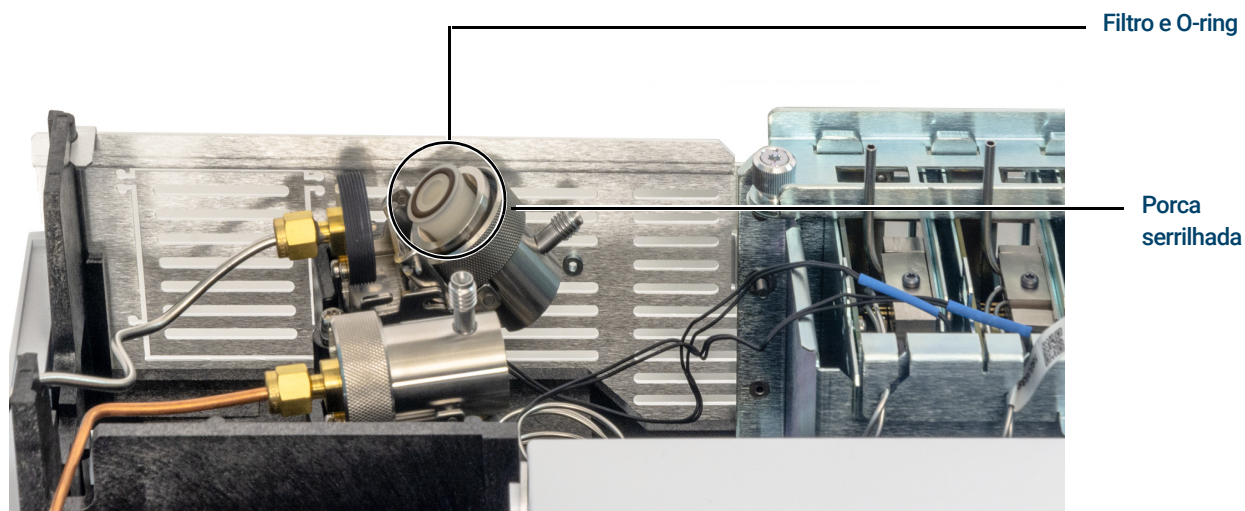

Figura 23. Deslizar o conjunto do trap para expor o filtro
- 5 Deslize o conjunto do trap para trás do suporte de montagem guiada e incline-o para cima para expor o filtro, conforme mostrado na **Figura 23**.